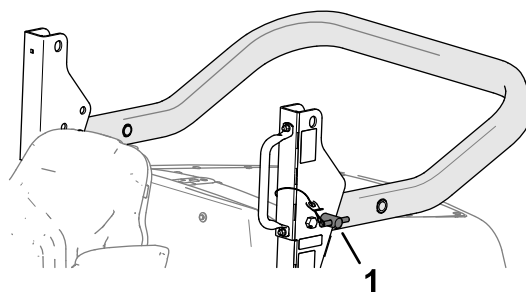

Bild 30
5. Führen Sie die Überrollbügelstifte in die unteren Löcher der Schwenkhalterungen (**Bild 30**).